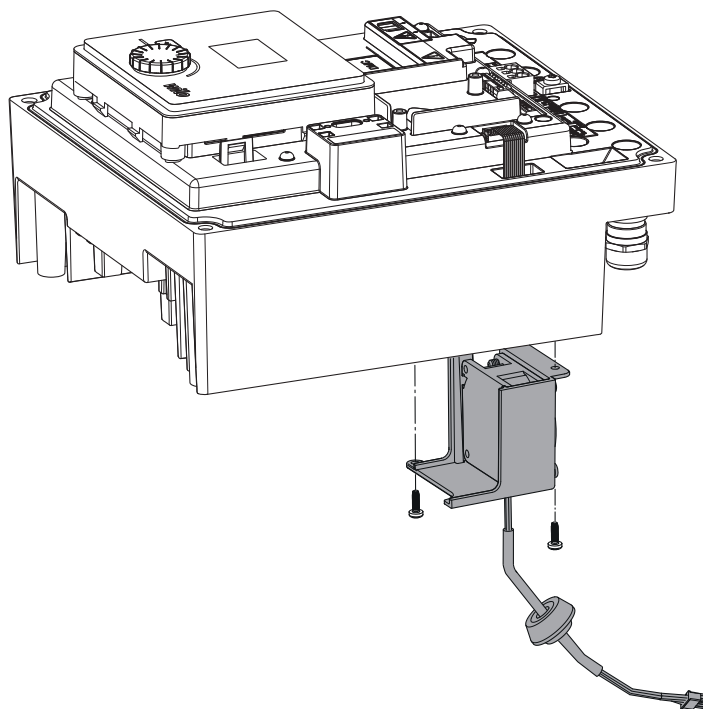

Fig. 48: A modulventilátor levétele kábellel és gumitömítéssel együtt
- Vegye le a modulventilátort és lazítsa ki a kábelt a gumitömítéssel a modul alsó eleméből (Fig. 48).